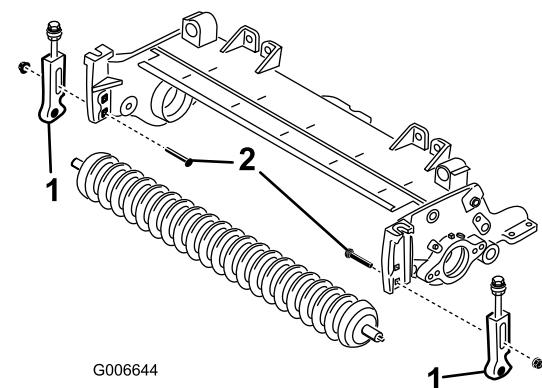

図 4
5. 刈高ブラケットをカッティングユニットのサイドプレートに固定しているキャリッジボルトを外す図4。
7. カッティングユニットのサイドプレートから刈高ブラケットと前ローラを取り外す図4。